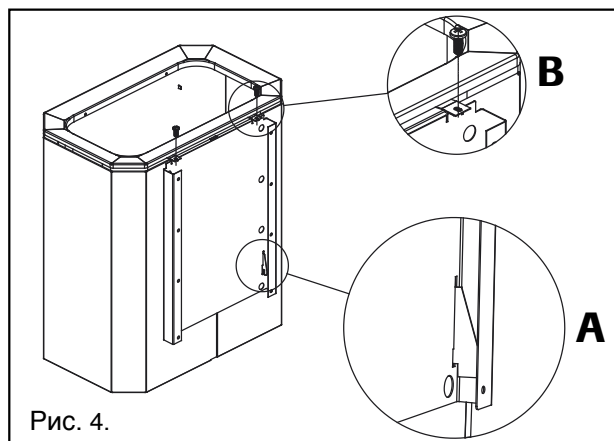

Рис. 4.
- Вставьте крепежные проушины на задней части каменки в крепежные пазы настенного крепежного листа (рисунок 4А).
- Зафиксируйте крепление каменки по верхней кромке с помощью крепежных винтов 2 шт (рисунок 4В). В результате этого емкость для камней фиксируется к кожуху каменки, и к крепежному листу.